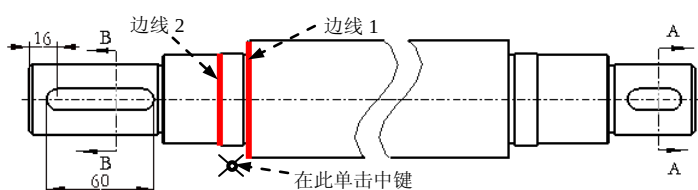
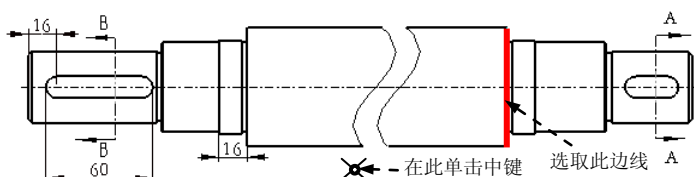
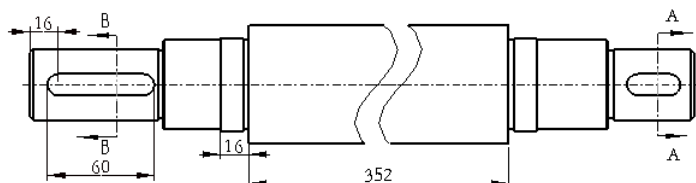

图 5.9.7 定义尺寸标注的参照 (一)
图 5.9.8 定义尺寸标注的参照 (二)
图 5.9.9 添加“公共参照”尺寸
(1) 选择 **注释**  命令。
(2) 此时系统弹出 **ATTACH TYPE (依附类型)** 菜单,接受系统的默认选择 (**On Entity (图元上)** 命令),选取图 5.9.7 所示的边线 1,再选取图 5.9.7 所示的边线 2,在图 5.9.7 所示的位置单击中键,放置尺寸,结果如图 5.9.8 所示。
(3) 在 **ATTACH TYPE (依附类型)** 菜单中选择 **On Entity (图元上)** 命令, 选取图 5.9.8 所示的边线, 在图 5.9.8 所示的位置单击中键, 此时在视图中显示尺寸, 如图 5.9.9 所示。